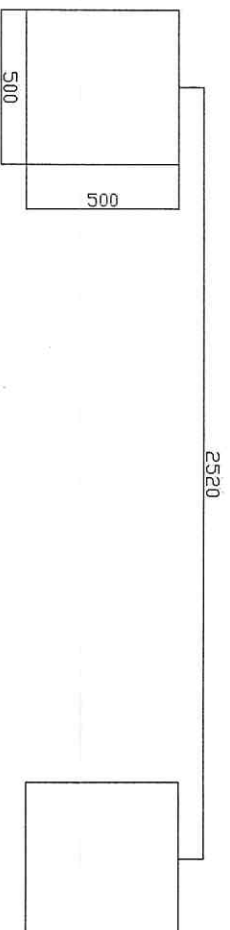

Рис. 1 Схема бетонирования
1. Подготовьте фундаментные ямы размером 500\*500 мм и глубиной 1000мм согласно схеме бетонирования (Рис. 1).